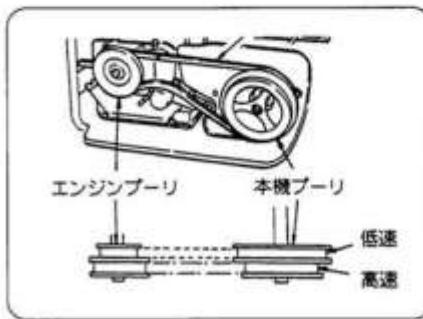

図32
9-2 変速のしかた(図32)
- ※ベルトを外すときは、本機ブーリ側から外してください。(図32・34)
- ※ベルトを掛けるときは、エンジン側から掛けてください。(図32・34)